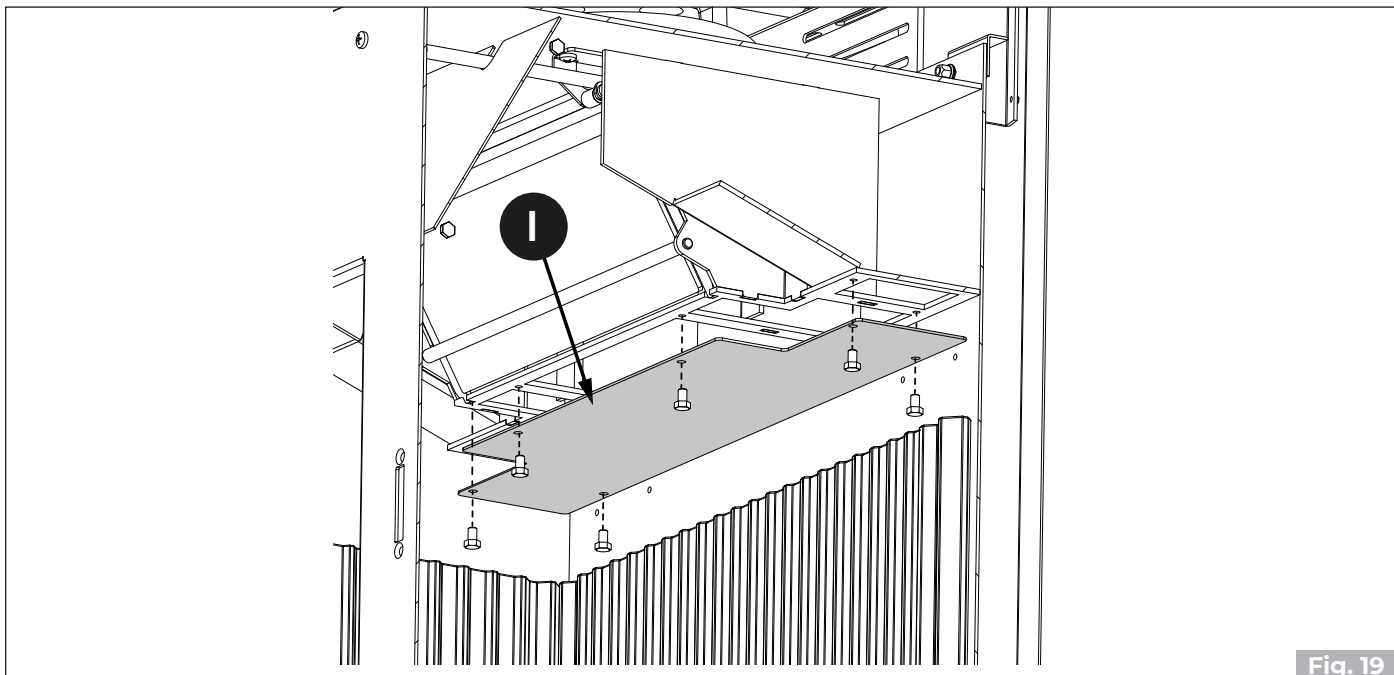

Fig. 19
Retire la tapa del colector de humos (I) (Fig. 19)